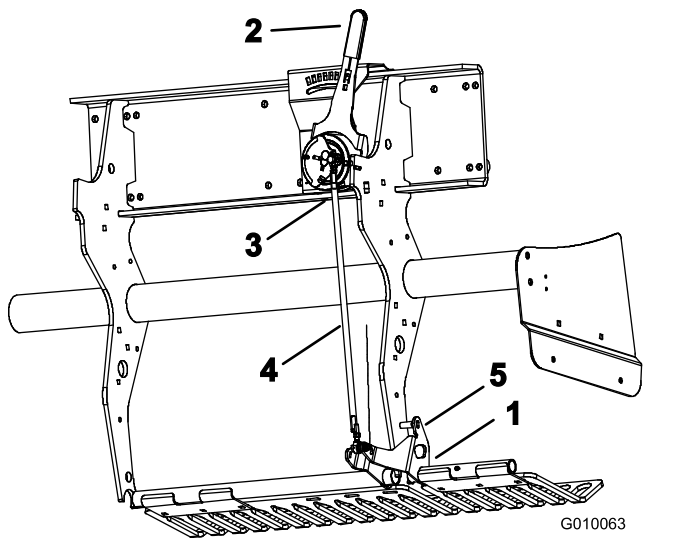

Рисунок 60
2. Поверните монтажный кронштейн левого травотбойника (Рисунок 60) вверх так, чтобы между кронштейном и трубой настройки глубины аэрации, приваренной к раме, можно было ввести стопорный штифт, например стержень или болт диаметром 8 мм.
3. Переведите рычаг регулировки глубины аэрации (Рисунок 60) на настройку Н (самую глубокую).
4. Отсоедините наружный шариковый выключатель (Рисунок 60) от жгута проводов (переключатель «Вал опущен»).
5. Ослабьте зажимные гайки (левую и правую) на тяге регулировки глубины аэрации (Рисунок 60).